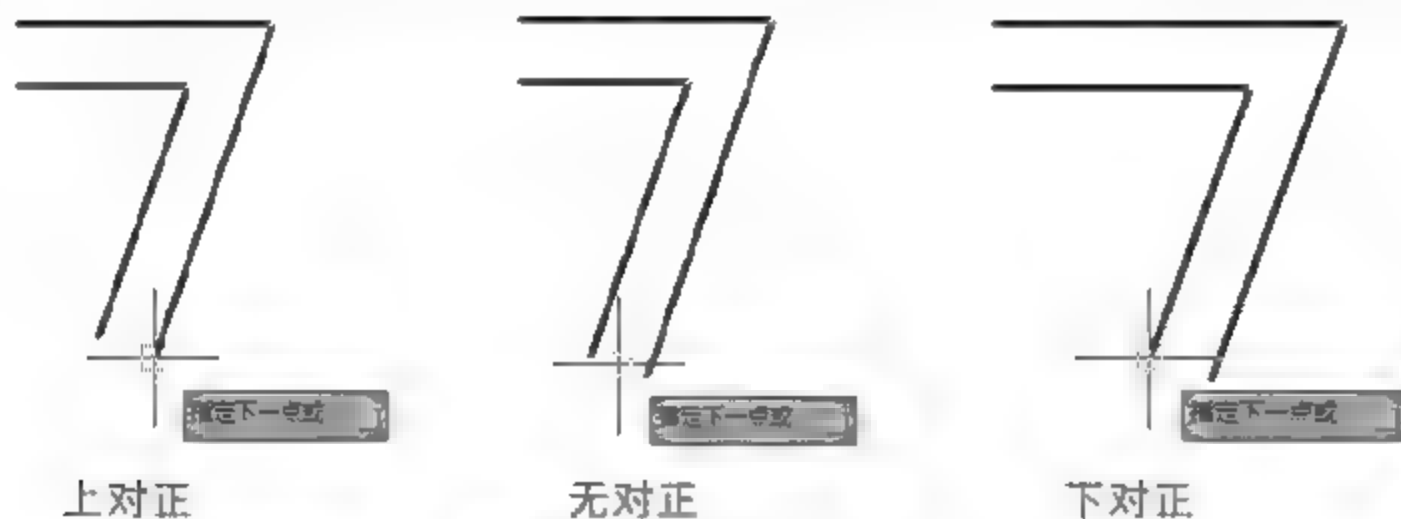

图3-29 3种对正方式
- 对正(J): 设置绘制多线的起点相对于用户输入端点的偏移位置。该选项有【上】、【无】和【下】3个选项。【上】表示多线顶端随着光标进行移动,【无】表示多线的中心线随着光标进行移动,【下】表示多线底端随着光标进行移动。3种对正样式如图3-29所示。